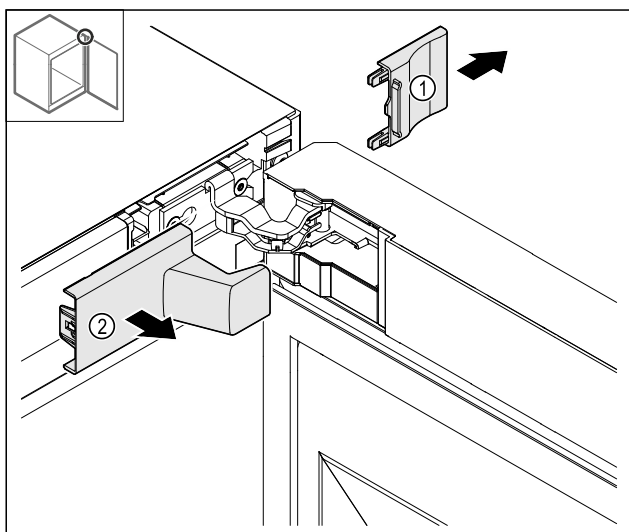

Fig. 8
- Retirer le cache Fig. 8 (1) puis le cache Fig. 8 (2).